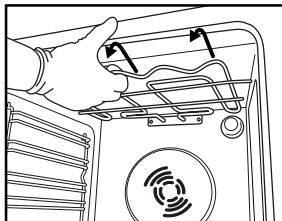
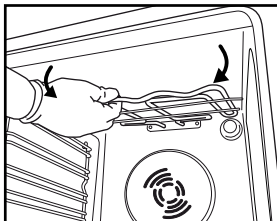

Fig. 4
Fig. 5
2. Tirez légèrement sur l'élément chauffant (Fig. 4) et abaissez-le (Fig. 5).